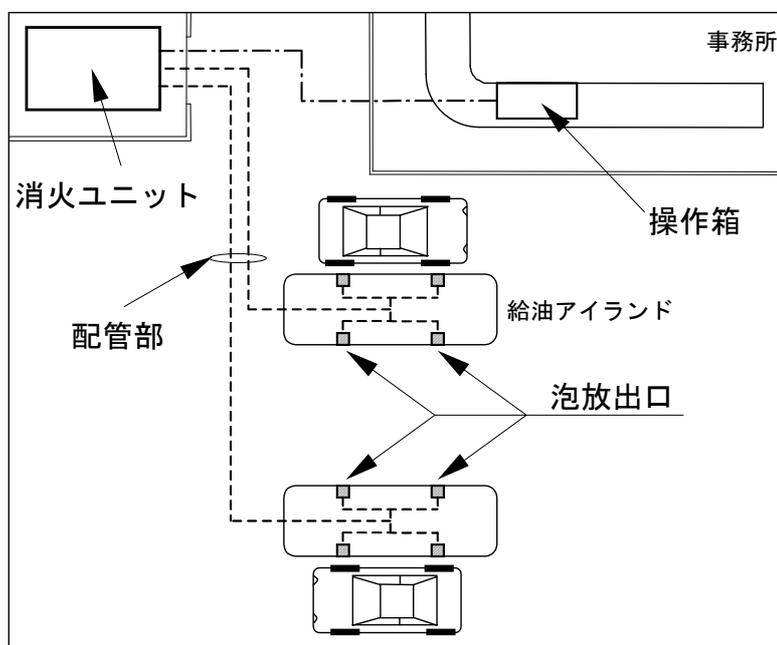

図 1 本装置の設置例（4区画の場合）
- (1) 消火設備の構成は、「消火ユニット」、「泡放出口」、「操作箱」及び、消火ユニットと泡放出口を結ぶ「配管部」から構成されています。
- (2) 本装置は、2区画同時放出方式を採用しています。従って消火の際は、アイランドの両側に泡消火薬剤を放出します。
- (3) 埋設による配管にはGSガード専用の樹脂配管システム「GSガードユカロンエクセルパイプ」を使用することができます。
- (4) 図 1 に本装置の設置例（放射区画が4区画の場合）を示します。